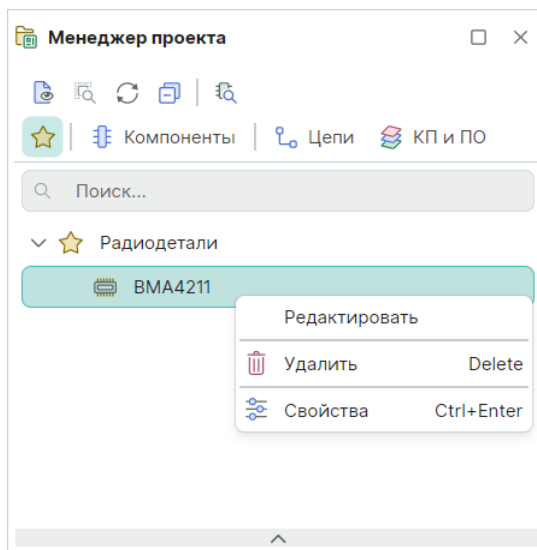

Рис. 49 Доступные действия для компонента
4. Выбранный компонент будет добавлен во вкладку «Избранное» панели «Менеджер проекта». Из контекстного меню для компонента будут доступны следующие действия, Рис. 49.